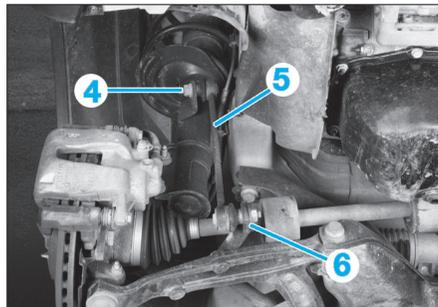
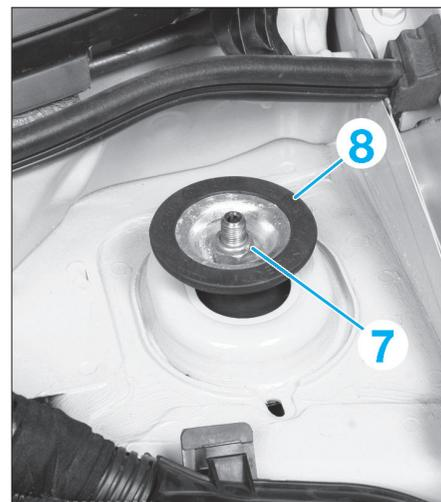

FIG. 3
FIG. 4
- l'écrou (4) de fixation de la biellette (5) de barre stabilisatrice (6) sur l'élément de suspension (Fig.3).
- l'écrou (7) de fixation supérieure en retenant l'élément de suspension (Fig.4).
- la coupelle (8).
- Présenter l'élément de suspension et reposer un écrou neuf avec sa coupelle supérieure de fixation (8) sans le bloquer dans l'immédiat (Fig.4).
- Accoupler la rotule supérieure de la biellette (5) de barre stabilisatrice sur l'élément de suspension et la serrer au couple (Fig.3).
- Reposer des boulons neufs des fixations inférieures (1) de l'élément de suspension et les serrer également au couple (en plaçant la clé dynamométrique sur l'écrou et en maintenant la vis).
- Bloquer l'écrou de fixation supérieure (7) de l'élément de suspension (Fig.4).